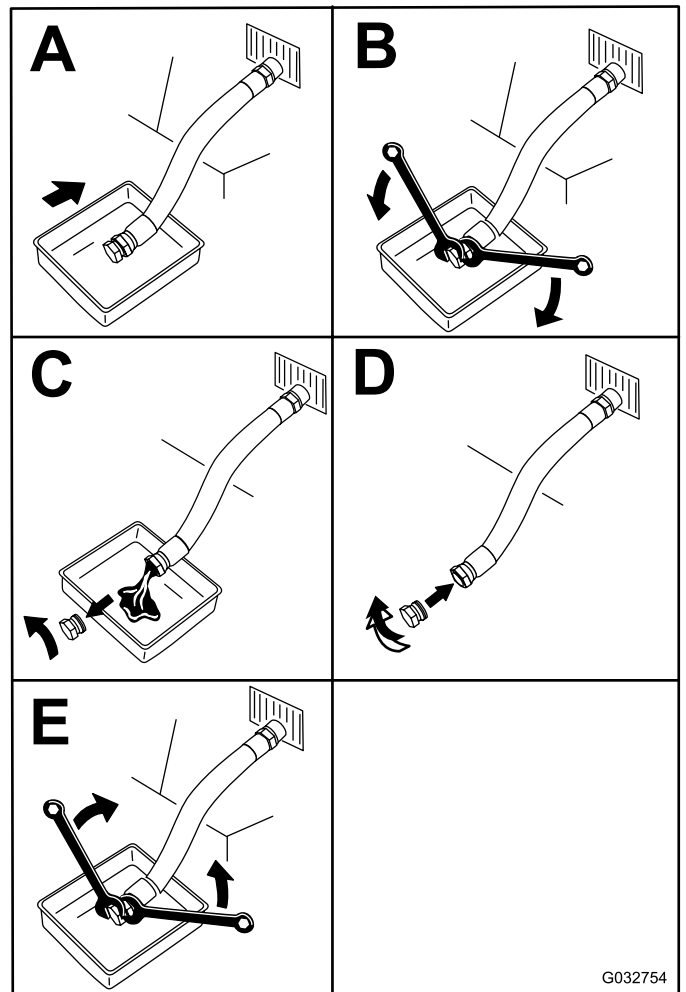

Figura 32
5. Cambie el aceite (Figura 32).